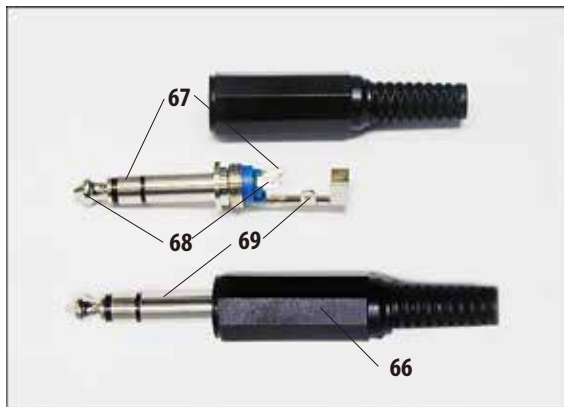

Fig. 63
Fiecare alarmă se conectează la fișa (66) după cum urmează (Fig. 63):